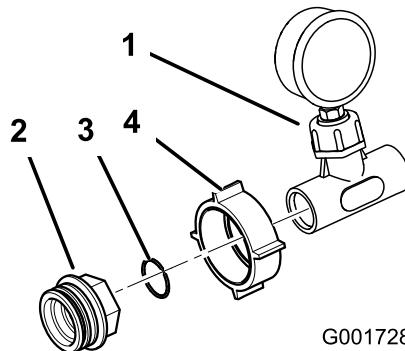

Figura 15
15. Installate il dado di plastica grande sul gruppo dell'indicatore di pressione e raccordo a T. Installate un O-ring di plastica e un riduttore al gruppo come mostrato in Figura 15.